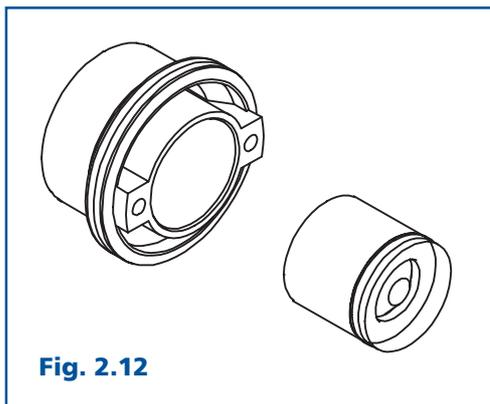

Fig. 2.12
1) By-pass automatico circuito riscaldamento (Fig. 2.12): è composto dalla valvola by-pass (simile alla valvola di ritegno utilizzata all'ingresso del circuito primario dello scambiatore secondario) e dal suo alloggiamento. La molla è tarata a 530 g. In caso di utilizzo della pompa ad alta prevalenza dovrà essere sostituita con un'altra con un carico maggiore.